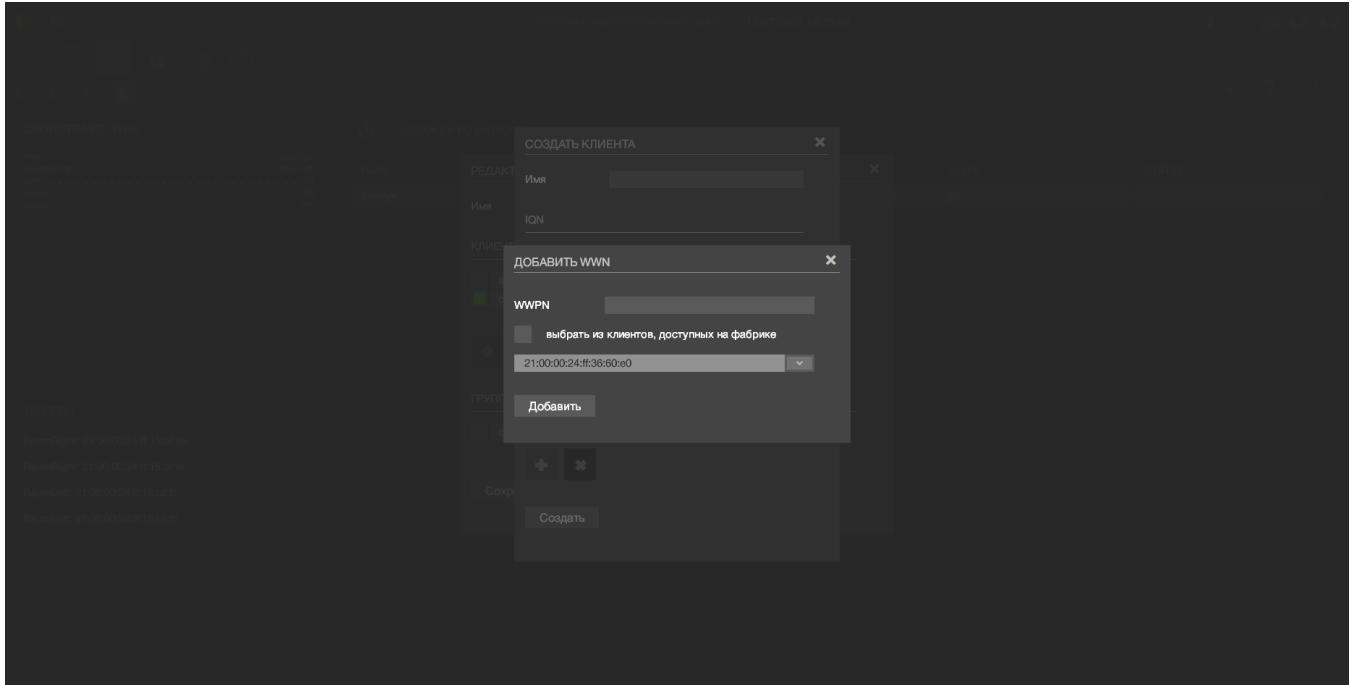

Рисунок 44 – Добавление WWN
- 4.3.2) Из выпадающего меню выбрать нужные wwpn клиента (см. Рисунок 44)